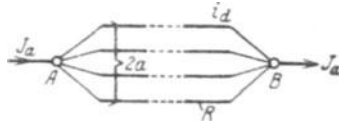

Abb. 103. Ankerzweige.
* Ist in Abb. 103 $2a$ die Anzahl der Ankerzweige, in welche der Anker durch die Wicklung zerfällt, und fließt in einem Zweige der Strom i_a , so ist der Gesamtstrom $J_a = i_a \cdot 2a$ Ampere.